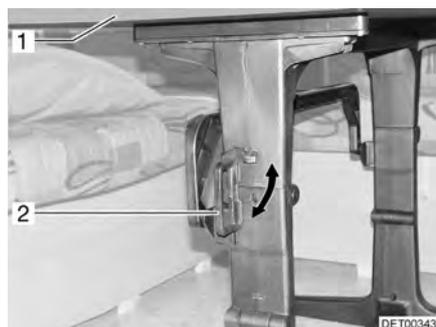

Fig. 69 Table pivotante
- Tourner la poignée (Fig. 69,2) en position horizontale.
- Faire pivoter le plateau de table (Fig. 69,1) vers le bas, dans un arc de cercle.